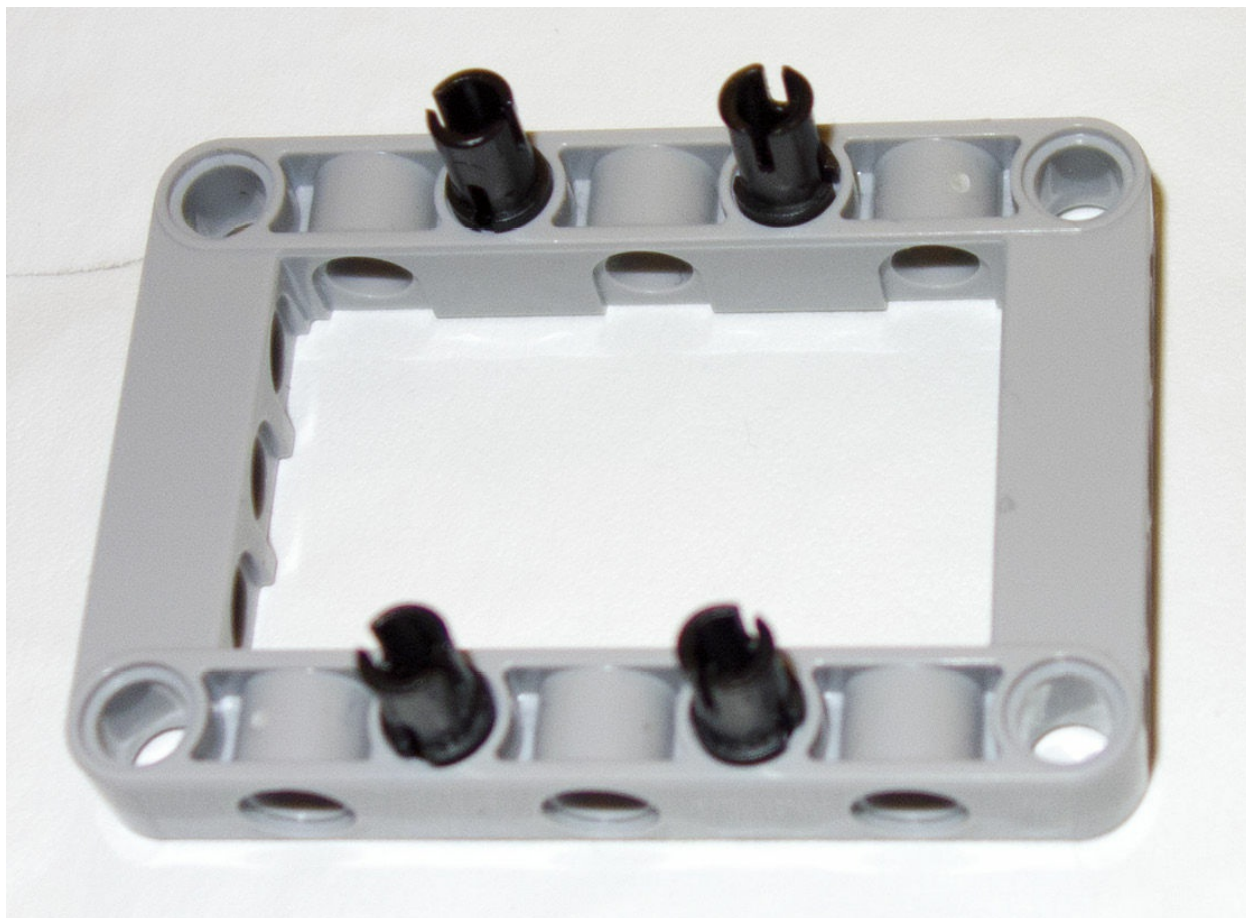

图11.13 在框梁上安装4个销
**8.** 将黑色的销安装在一个框梁上，如图11.13所示。